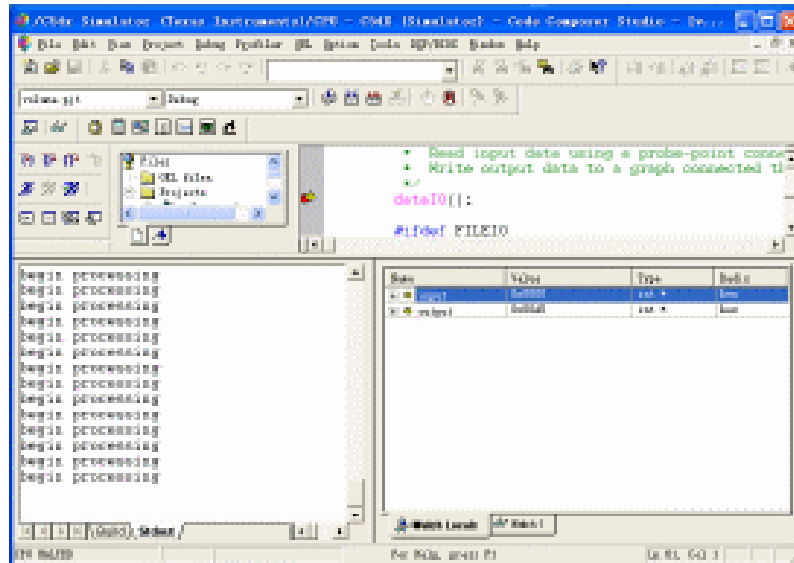

图 1-8 变量观察窗口 (一)
(4) 单击  (Toggle Breakpoint) 或按 F9 键，空白选择区 (selection margin) 将指明一个断点已经被设置 (红色图标)。如果禁止空白选择区 (selection margin)，该行将显示为紫红色高亮条 (可以通过 **Option Customize Color** 来更改颜色)。
(5) 选择 **View Watch Window**，一个单独的窗口将出现在 CCS 窗口的右下方，如图 1-8 所示。在程序运行中，该区域将显示出所观察的变量的值。在默认方式下，首先选中的是 **Watch Locals** 选项，在函数执行时，局部变量被显示出来。